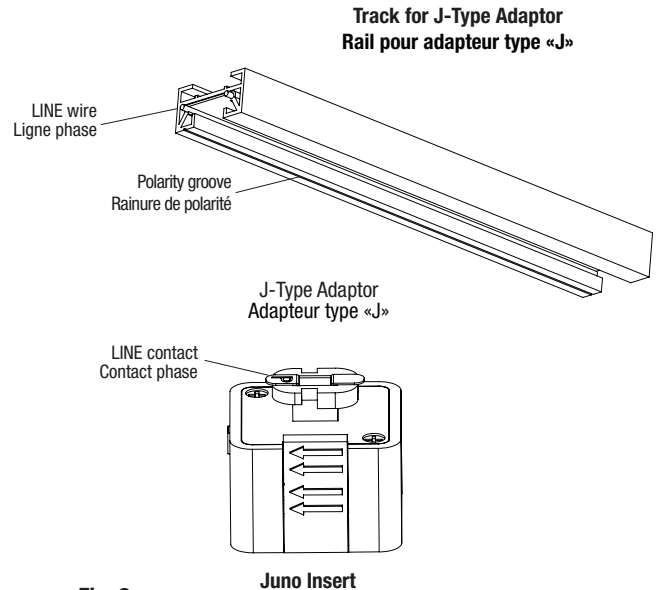

Fig. 2
2. All Track fixtures are manufactured with Indicator Arrows designed to point toward the Polarity Groove once installed. See Fig. 2.
2. Tous les luminaires à rail sont fabriqués avec des indicateurs fléchés conçus pour être dirigés vers la rainure de polarité une fois installés. Voir Fig. 2.